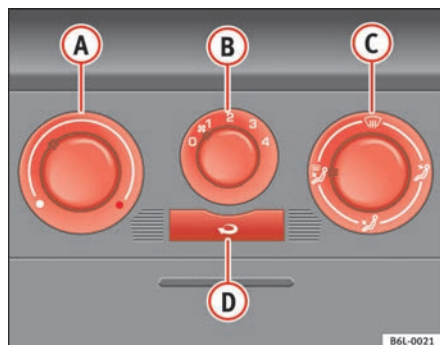

Abb. 87 In der Instrumententafel: Bedienelemente der Heizung
- Mit den Reglern ⇒ Abb. 87 **A** und **C** und mit dem Schalter **B** stellen Sie die Temperatur, die Luftverteilung und die Gebläsestufe ein.